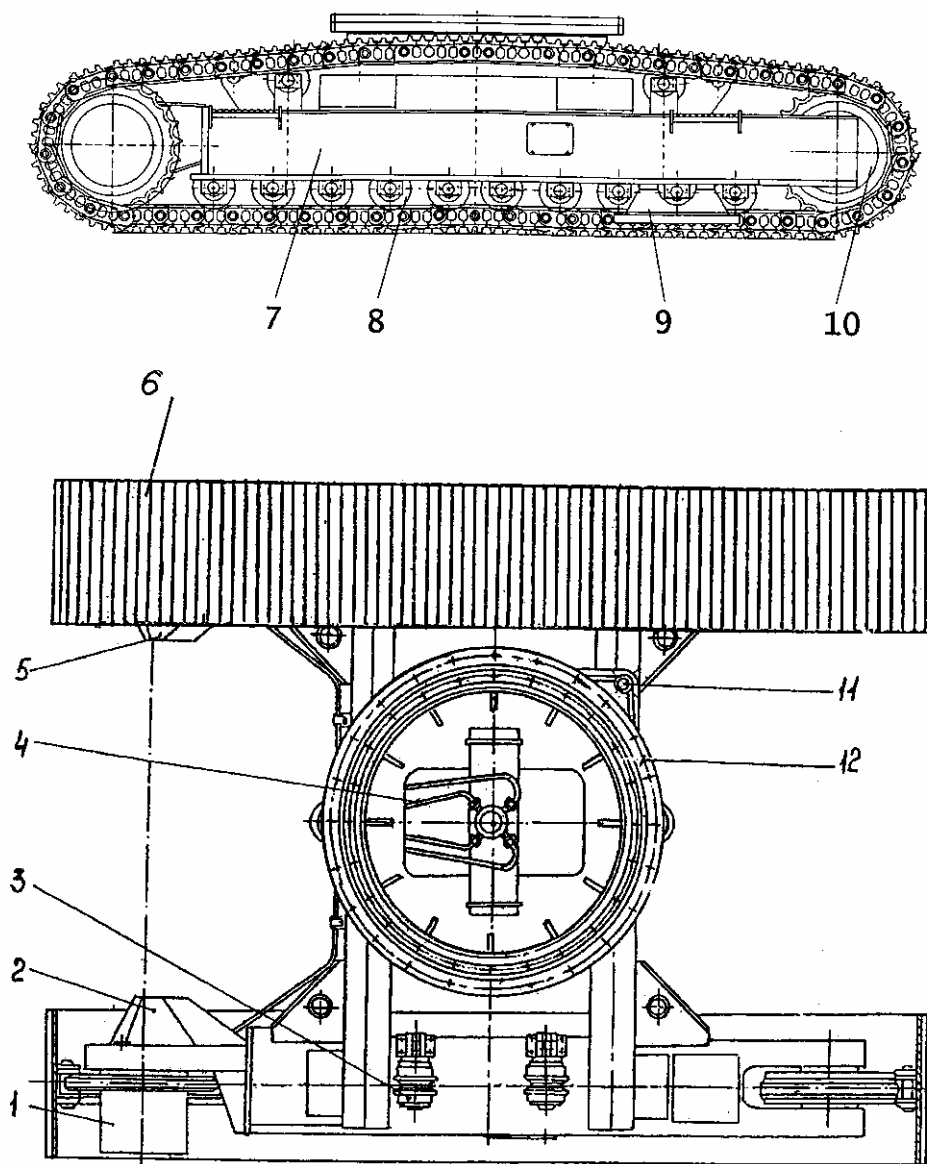

Рис. 11 Гусеничная тележка
1. ГУСЕНИЧНЫЙ ХОД (рис. 11)
Ходовая рама 7 (рис. 11) является базовым элементом экскаватора. К средней части рамы приварена опора, к которой крепится зубчатый венец роликовой опоры 12. В продольных балках рамы устанавливаются приводы хода 1, а также ползуны направляющих колес 10 с натяжными механизмами.